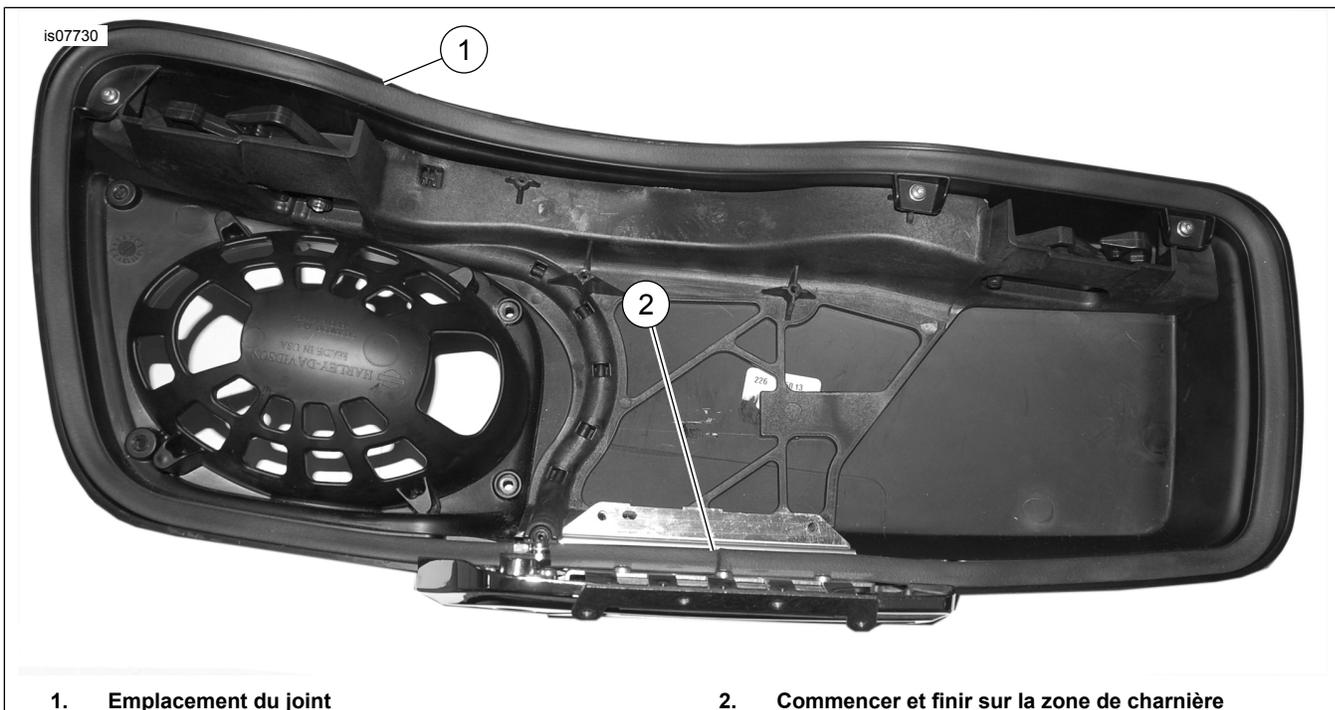

Figure 7. Installer le joint en mousse
7. Voir Figure 7 . Nettoyer la zone (1) avec un mélange de 50 à 70 % d'alcool isopropylique et de 30 à 50 % d'eau distillée. Retirer le joint étanche protecteur du joint en mousse et installer le joint en mousse dans l'orientation indiquée en faisant pression sur le ruban adhésif.